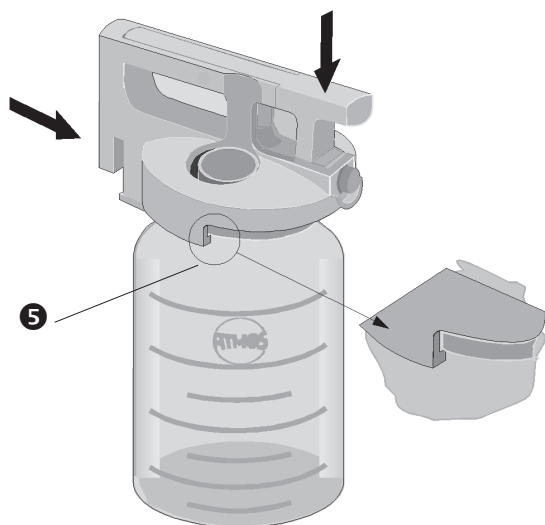

Fig. 4. Montaggio del coperchio
- Spingere il sistema di chiusura, come indicato in Fig. 4, facendo attenzione che il bordo del coperchio (5, Fig. 4) si trovi sotto il bordo rivoltato del serbatoio, premere quindi in basso la staffa di chiusura fino a che si incastrano.